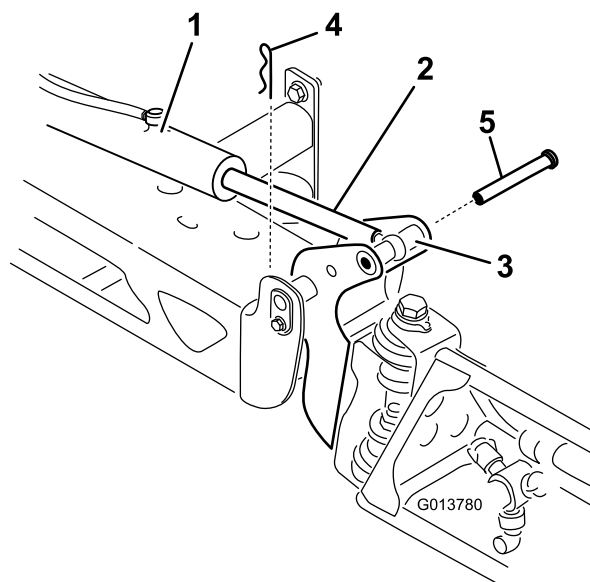

图 64
2. 从枢轴销 图 64 上拆下开口销。
3. 向上提起喷洒臂拆下柱销然后将喷洒臂慢慢放到地面上 图 64。
7. 支撑住喷洒臂、将柱销插入喷洒臂枢轴和提升器杆 图 64。